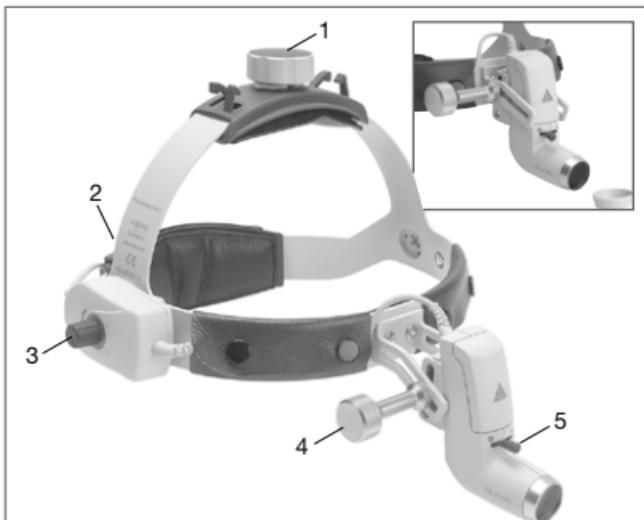

Fig. 2 Faixa de cabeça Professional L
Adaptação da **faixa de cabeça Professional L** (ver fig. 2): Para adaptação ao diâmetro da cabeça, a faixa de cabeça pode ser apertada ou alargada através dos botões rotativos em cima (1) e atrás (2).
### Selecionando o ângulo e o campo de visão (fig. 2)